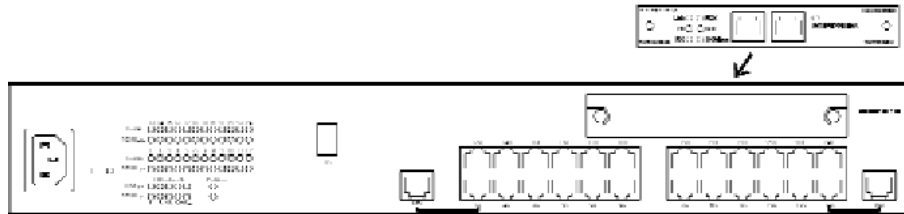

Abbildung 18. Module einsetzen
4. Setzen Sie das neue Modul ein und vergewissern Sie sich, daß sich die Kanten des Moduls in den Führungen befinden (siehe Abb. 18).